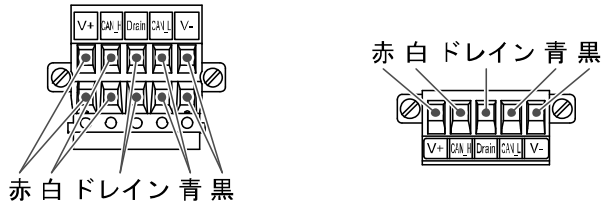

図1
(1) 信号線は、指定のピンに必ず配線してください。(図1参照)